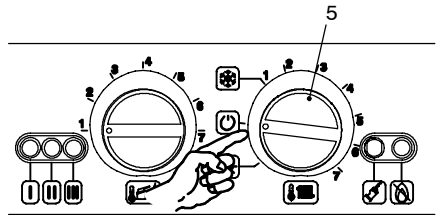

fig. 5.43
- 8 Posizionare il selettore 5 come indicato in fig. 5.43 per uscire dalla programmazione.